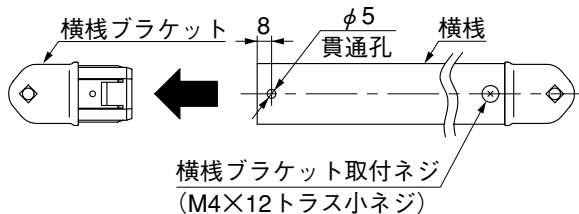

図4-1
- 図4-1を参照して、φ5の貫通孔をあけてください。
- ①で抜いた横棧ブラケットを挿入して、「横棧ブラケット取付ネジ」2本で取付けてください。